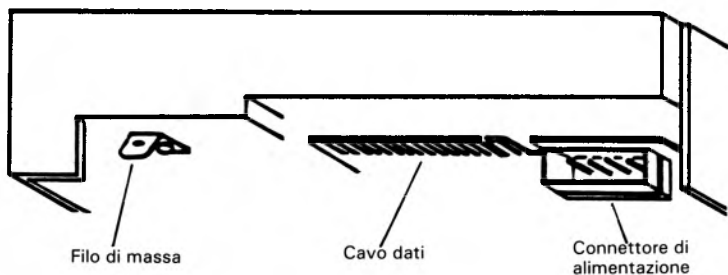

Figura 3
- 5 Installare l'unità a disco come descritto nel Manuale di Istruzione, connettere i cavi come indicato in Figura 3.
- 6 Connettere il filo di massa, il cavo dati e il connettore di alimentazione come indicato in Figura 3.